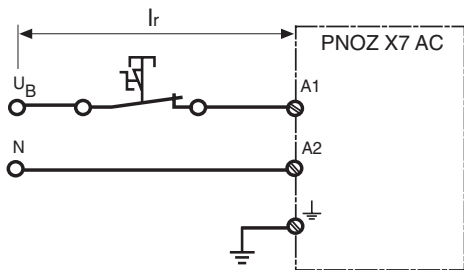

Fig. 3: Longitud de cable I_r con línea en bucle/
- Línea en bucle, 1 fase (v. fig. 3): 1 km
- Conduttore circolare, 1 fase (v. fig. 3): 1 km
- Separate kabels, 1 fase (zie fig. 3): 1 km